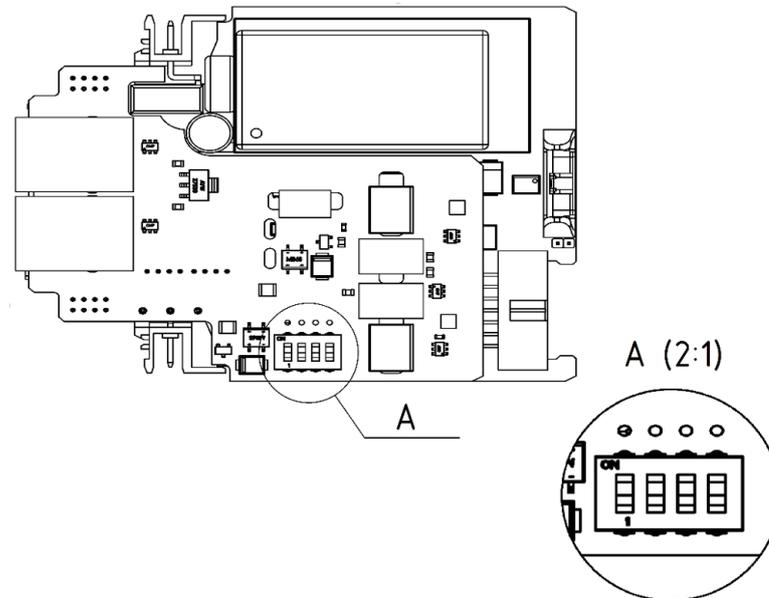

Рисунок 2.1 – Переключатели резисторов смещения
2.4.4 Для устройств MCU-xX2R-x, MCU-xY2R-x и MCU-xXRC-x, MCU-xYRC-x при необходимости подключить смещающие резисторы, необходимо перевести оба движка в положение “ON”. Для отключения в положение “OFF” (Рисунок 2.1). По умолчанию он находится в положении «OFF».